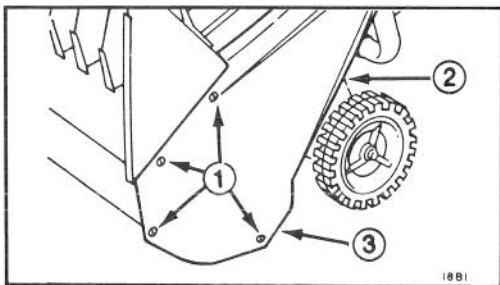

Abb. 8
### AUSWECHSELN DES ANTRIEBSRIEMENS (Abb. 8, 9 & 10)
2. Schrauben, Sicherungsmuttern und Kopfschraube mit Unterlegscheibe lösen (Abb. 8). Riemenverkleidung abnehmen.